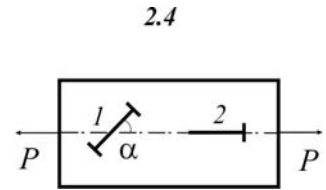

Рис. 2.4
**2.4.** Под каким углом  $\alpha$  к оси стержня надо установить тензометр 1, чтобы его показания при растяжении стержня были втрое меньше показаний такого же тензометра 2, расположенного вдоль оси стержня. Дано:  $\nu = 0,33$  (рис.2.4).